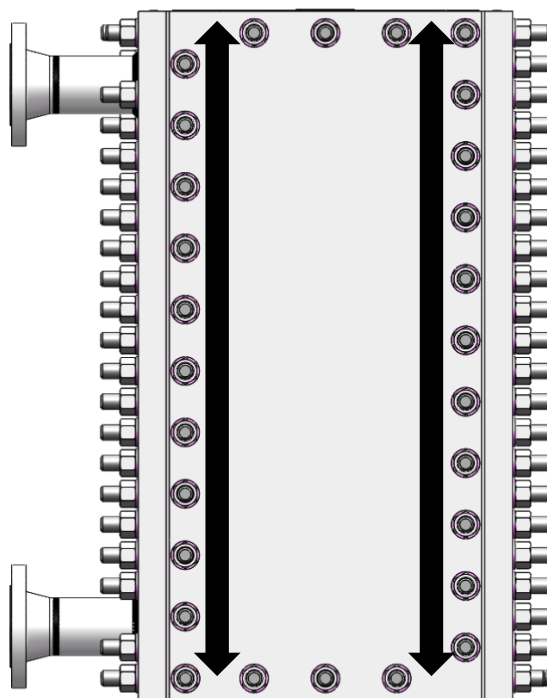

Figura 21
- Lleve a cabo el ajuste previo de todas las tuercas de las vigas maestras con una llave de impacto de abajo a arriba o de arriba a abajo (figura 21).